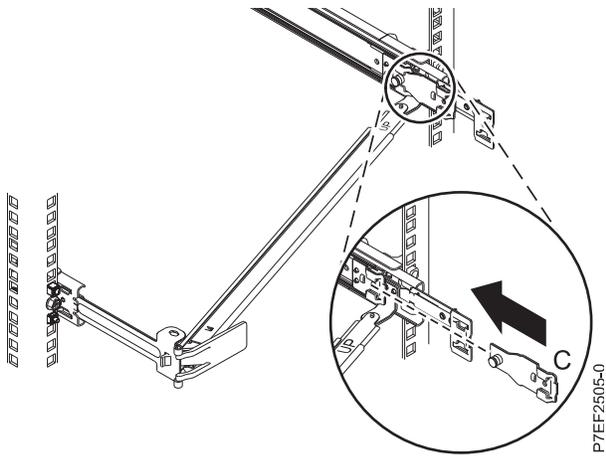

Abbildung 14. Befestigungswinkel in der Schiene installieren
6. Bringen Sie den Kabelträgerhaltewinkel (**B**) an der Aussparung an der Innenseite der linken Schiene an, indem Sie den Haltewinkel (**B**) in die Schiene schieben, bis der gefederte Stift einrastet. Einzelheiten finden Sie unter Abb. 14 auf Seite 11.